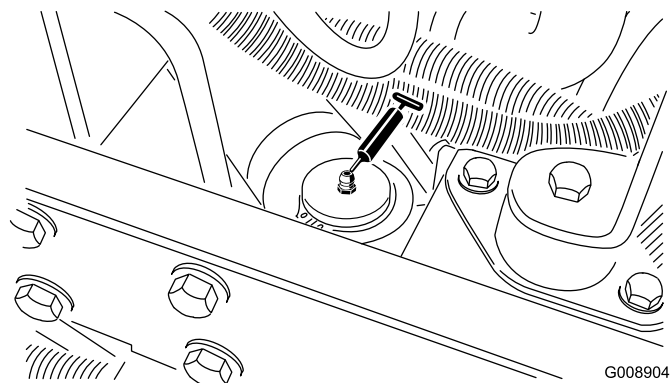

Figura 40
- Cilindro da direcção (Figura 40).